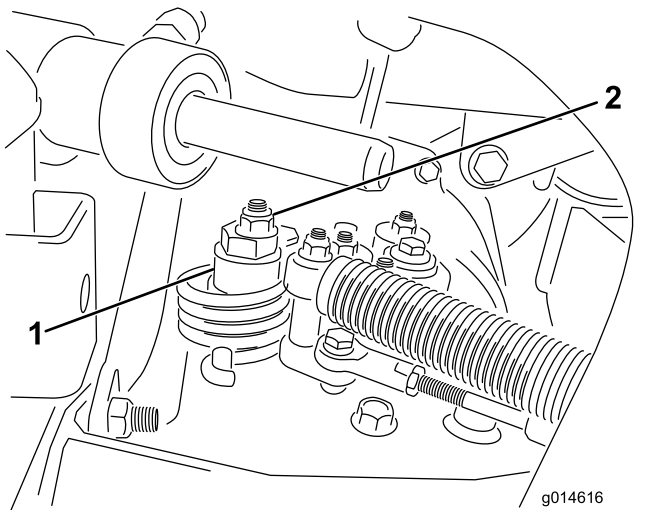

Bild 47
- A. Lösen Sie die Mutter, mit der der Exzenter oben am Hydrostat befestigt ist (Bild 47).
nicht mehr dreht, um den Exzenter und die Einstellung zu arretieren (Bild 47). Überprüfen Sie die Einstellung mit dem Gasbedienungshebel auf „Langsam“ und auf „Schnell“.